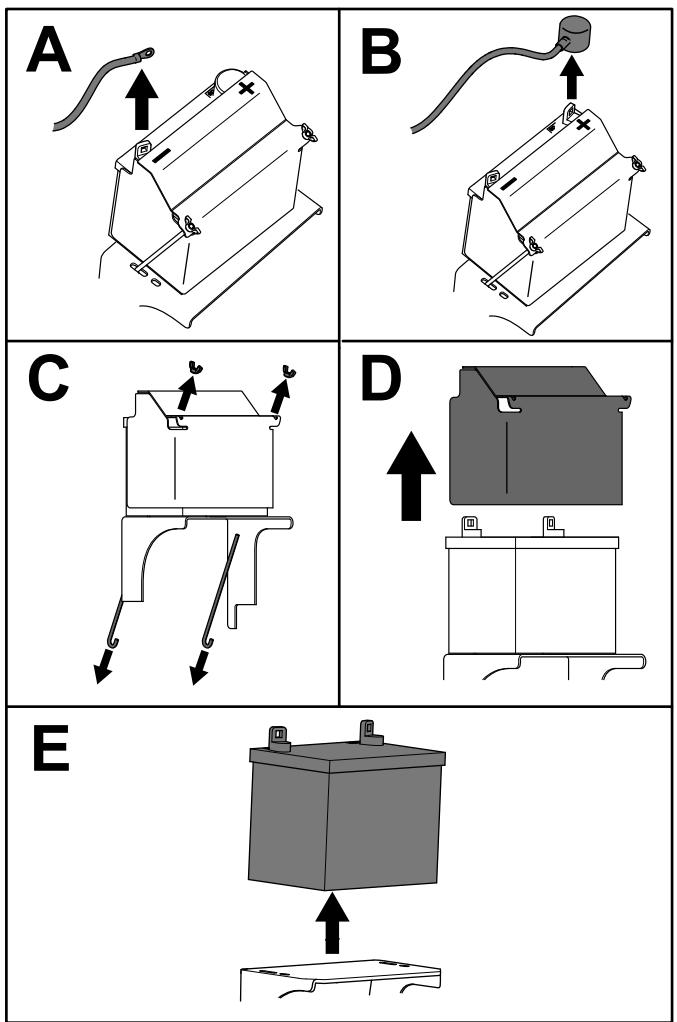

Figura 48
3. Rimovete la batteria come illustrato nella Figura 48.